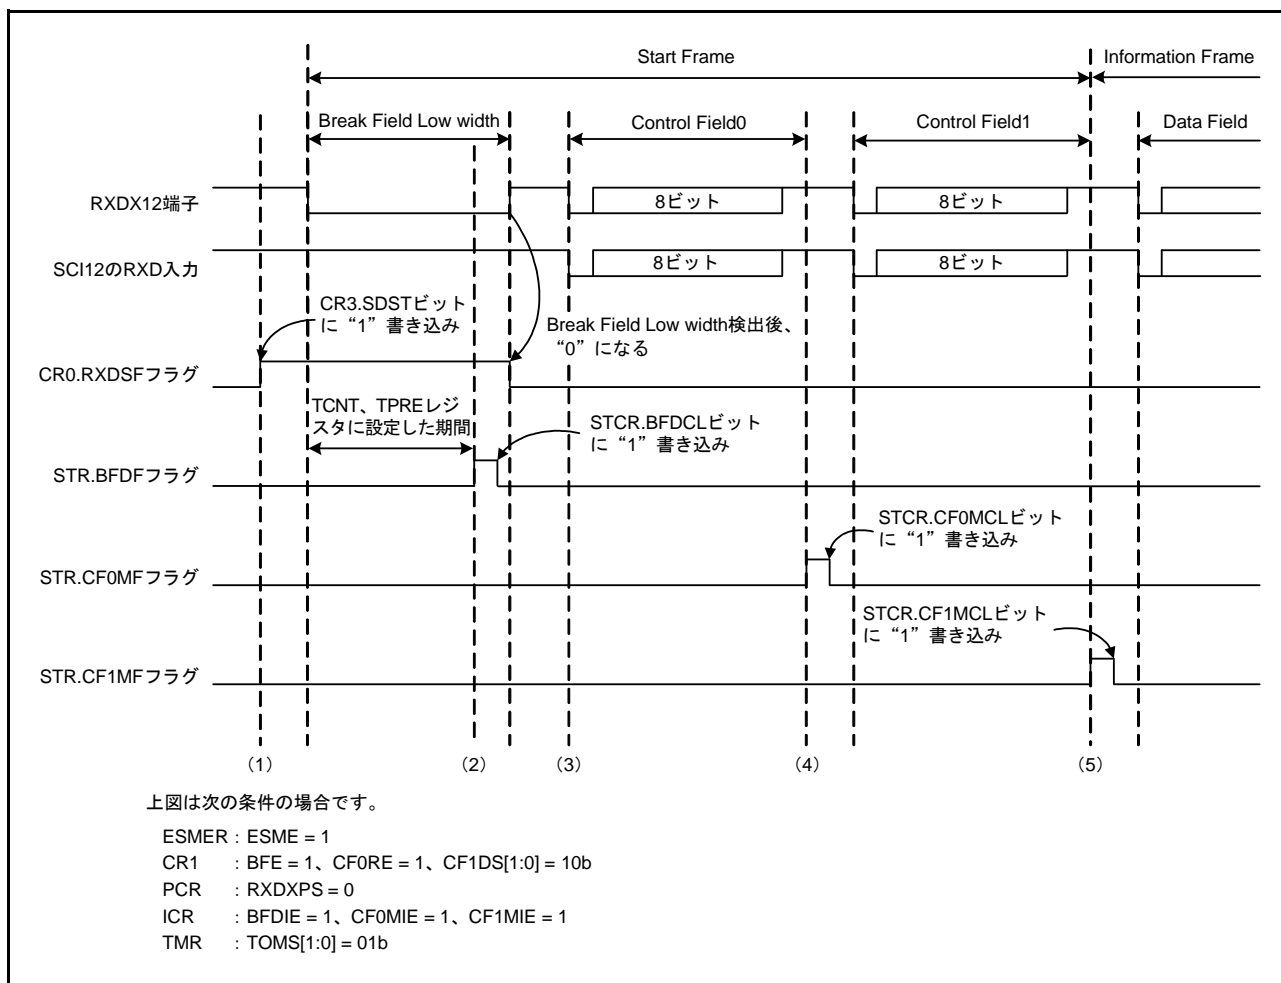
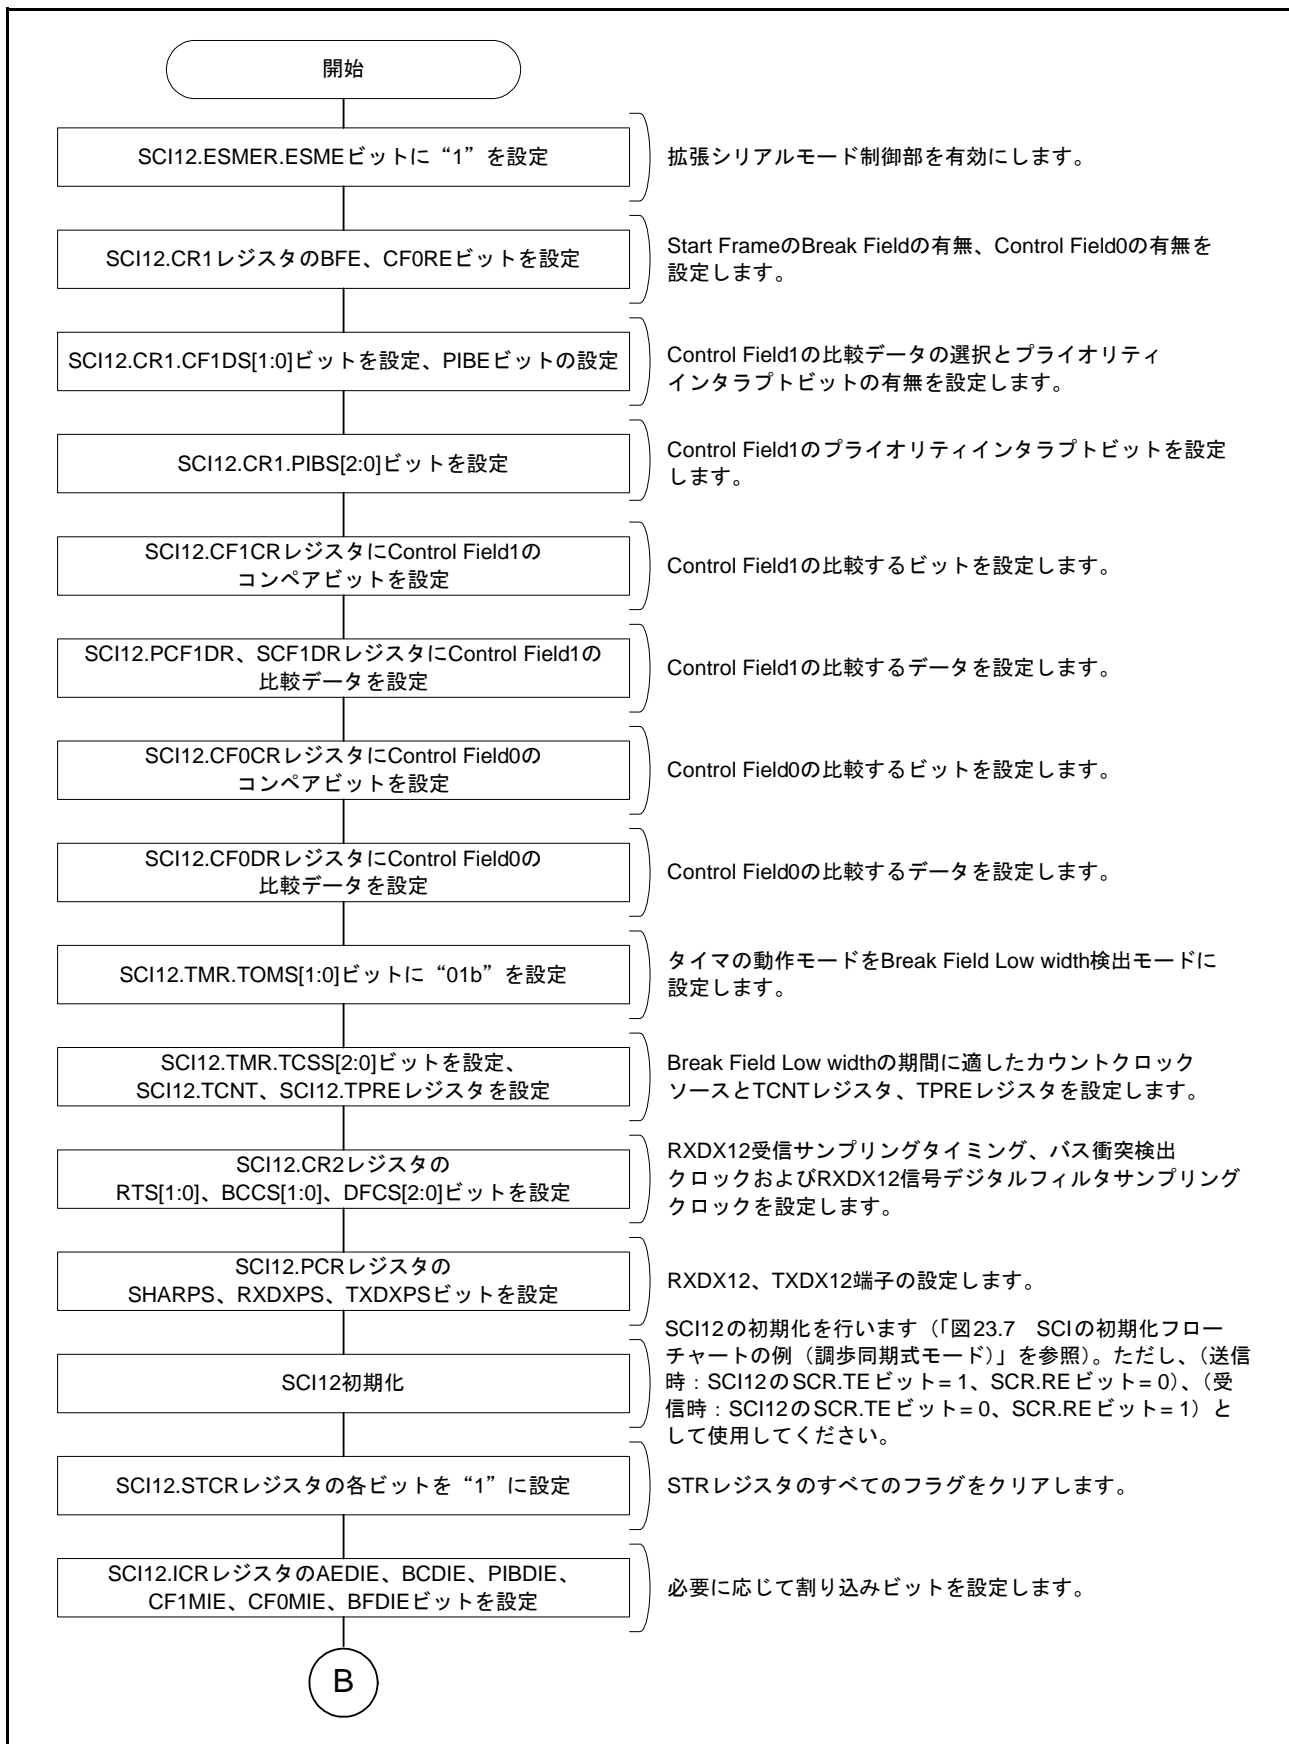
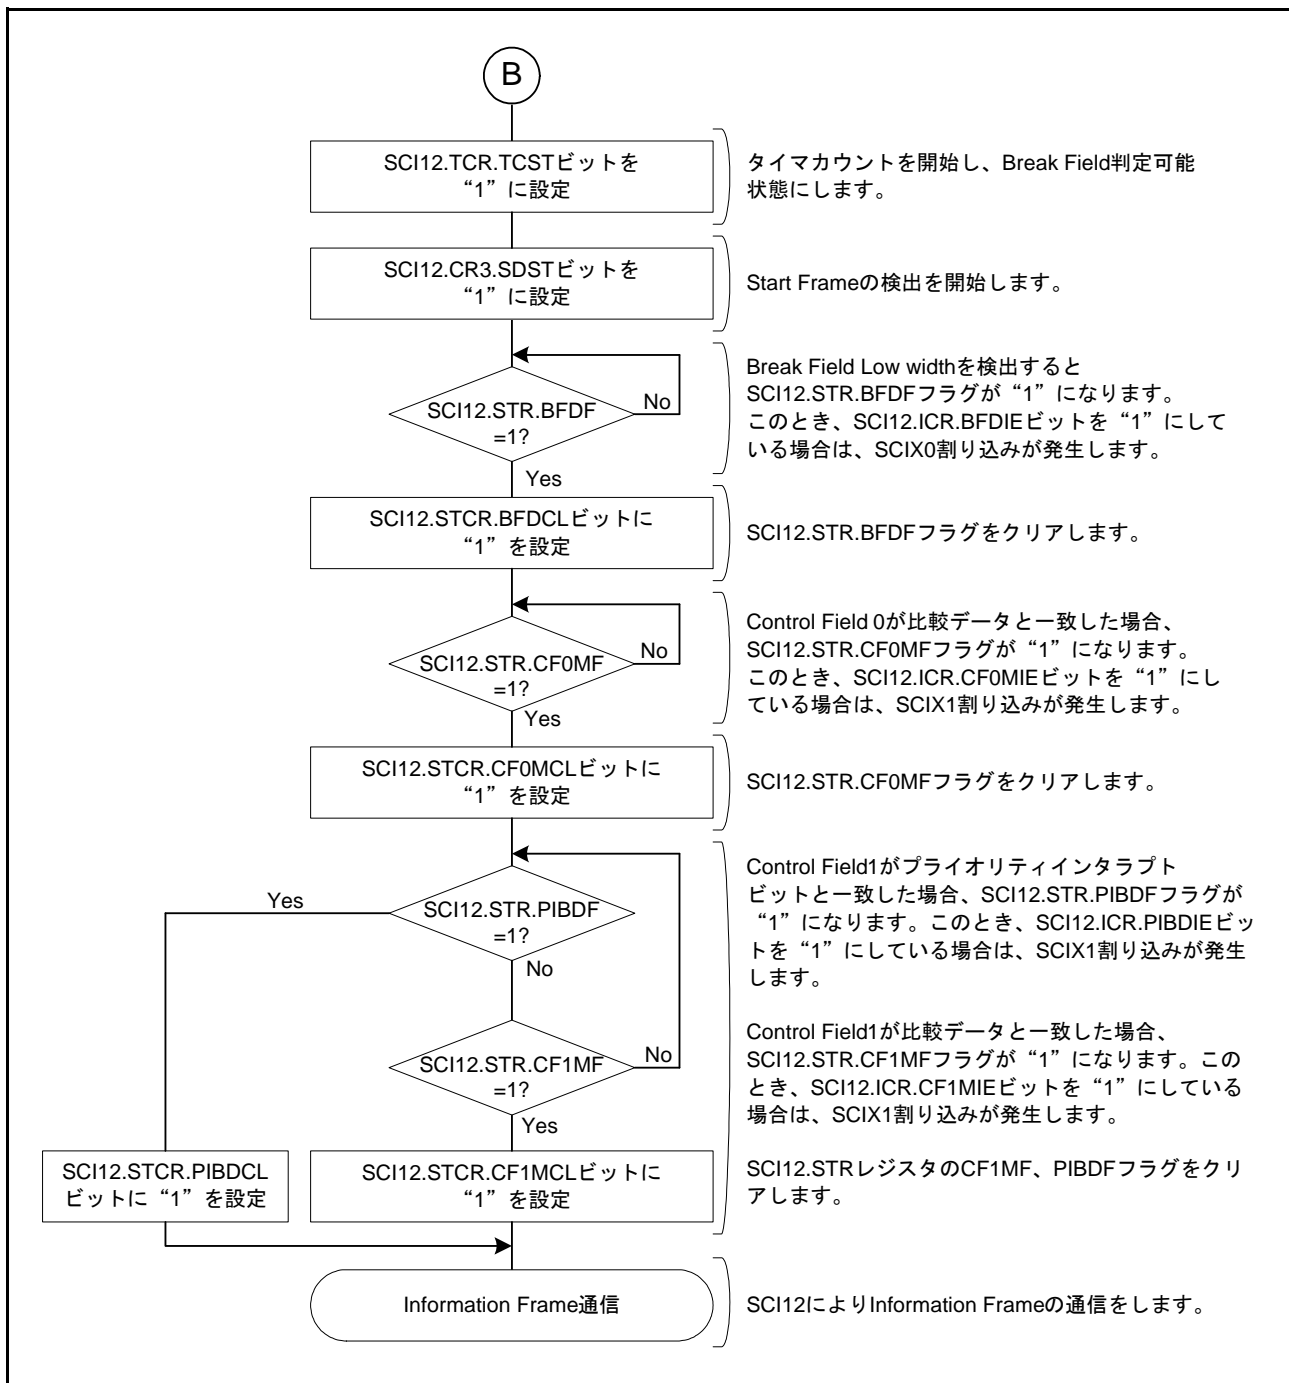
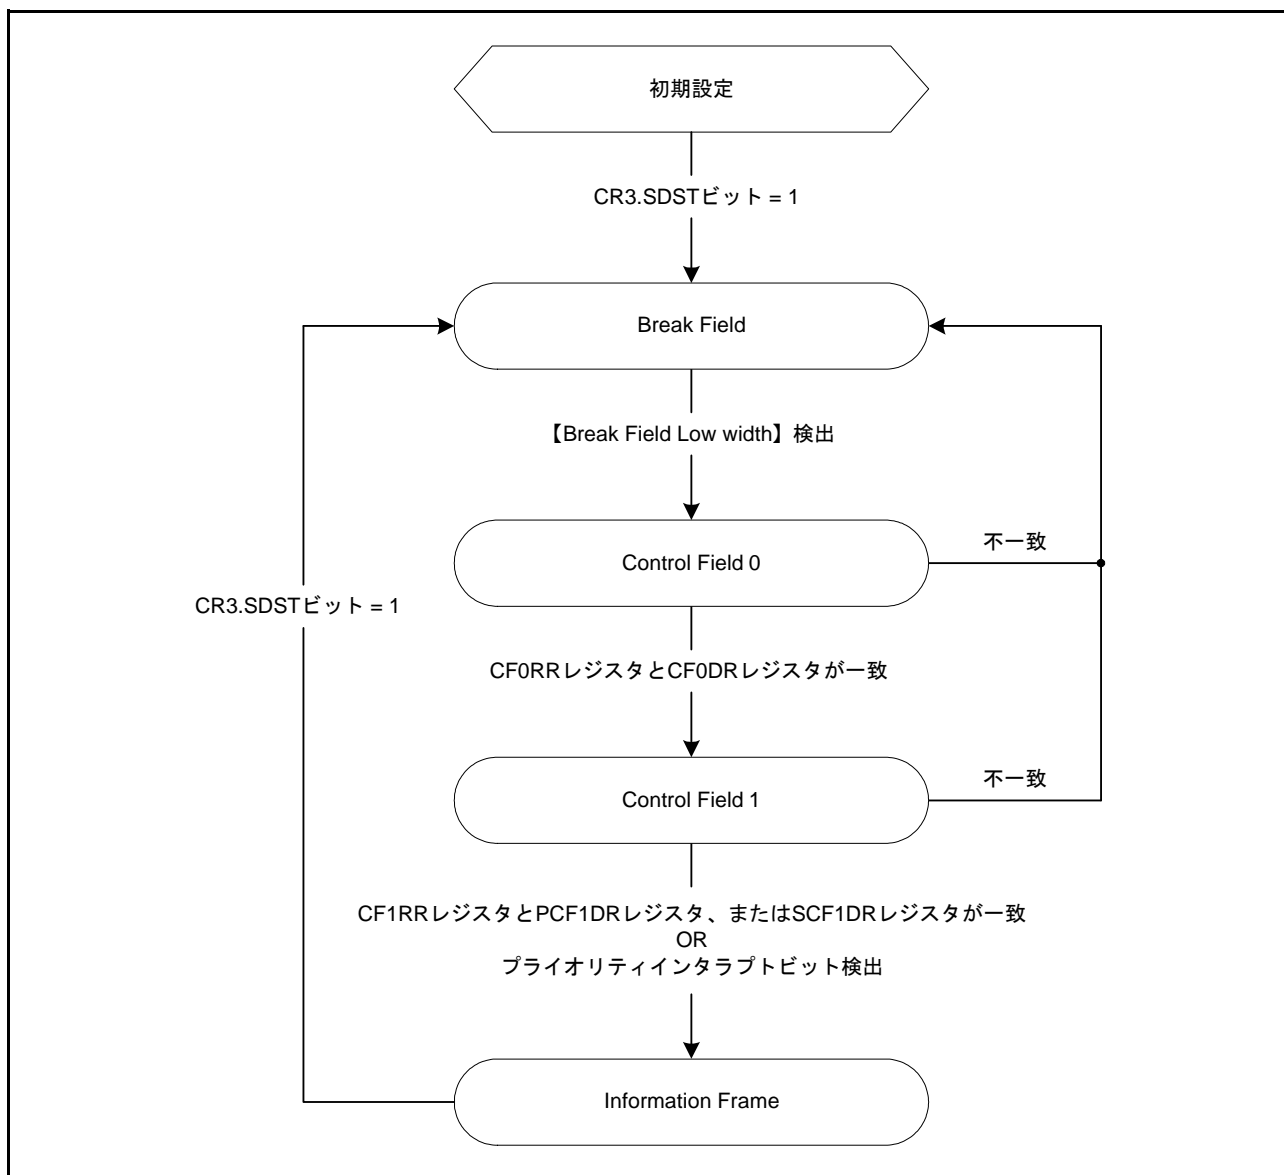

図 23.60 Start Frame 受信時の動作例
図 23.61 Start Frame 受信フローチャート例 (1)
図 23.62 Start Frame 受信フローチャート例 (2)
図 23.63 Start Frame 受信時の状態遷移図
図 23.60 に Break Field Low width、Control Field 0 および Control Field 1 で構成される Start Frame の受信時の動作例を示します。また、図 23.61、図 23.62 に Start Frame の受信を行うためのフローチャート、図 23.63 に拡張シリアルモード制御部の状態遷移図を示します。
(1)～(4) は図 23.60 の Start Frame 受信時の動作例 (1)～(4) と同様になります。
(5) CR1.PIBS[2:0] ビットで指定したビットの値が PCF1DR レジスタに設定した値と一致した場合、STR.PIBDF フラグが“1”になります。また、ICR.PIBDIE ビットを“1”にしている場合は、SCIX1 割り込みが発生します。その後、SCI12 により、Information Frame の通信を行います。Control Field 1 で受信したデータが PCF1DR レジスタまたは SCF1DR レジスタに設定したデータのどちらとも一致せず、プライオリティインタラプトビットも検出しない場合は、Break Field Low width 検出前の状態に遷移します。